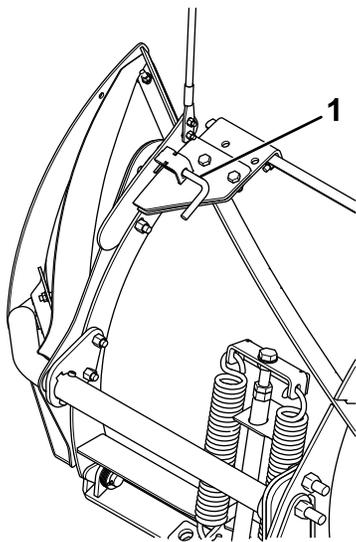

Bild 10
15. Drehen Sie den Pflugschild nach vorne und arretieren Sie diesen mit dem Federstift (**Bild 10**).